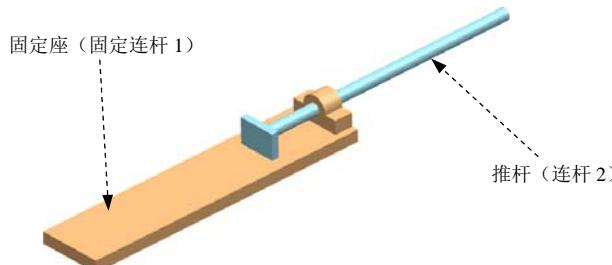

图 7.4.1 机构模型
下面举例说明铰接运动驱动的应用。在图 7.4.1 所示的机构中，模拟推杆在固定座上的滑动。
Step5. 定义固定连杆 1。选择下拉菜单 → 命令，系统弹出“连杆”对话框；选取图 7.4.1 所示的固定座为固定连杆 1；在 **质量属性选项** 下拉列表中选择 **自动** 选项；在 **设置** 区域中选中  固定连杆 复选框；在 **名称** 文本框中采用默认的连杆名称“L001”；单击 按钮，完成固定连杆 1 的定义。
Step6. 定义连杆 2。选取图 7.4.1 所示的推杆为连杆 2；在 **质量属性选项** 下拉列表中选择 **自动** 选项；在 **设置** 区域中取消选中  固定连杆 复选框；在 **名称** 文本框中采用默认的连杆名称“L002”；单击 按钮，完成连杆 2 的定义。
(1) 定义滑动副。选择下拉菜单 → 命令，系统弹出“运动副”